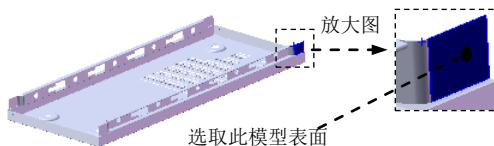

图 17.9.81 定义孔的放置面
(1) 选择下拉菜单 **插入(I)** → **特征(F)** → **孔(H)** → **简单直孔(S)...** 命令。
(2) 定义孔的放置面。选取图 17.9.81 所示的模型表面为孔的放置面。
(3) 定义孔的参数。在 **方向1** 区域的下拉列表中选择 **完全贯穿** 选项，在 文本框中输入数值 6.0。